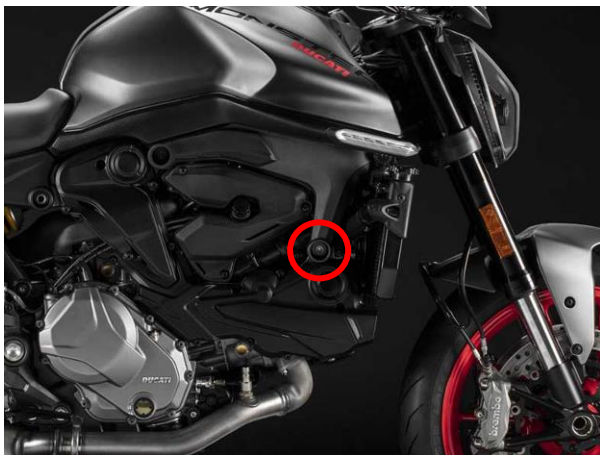

Abbildung 1
- Entfernen Sie die Motorschraube wie in **Abbildung 1** abgebildet.